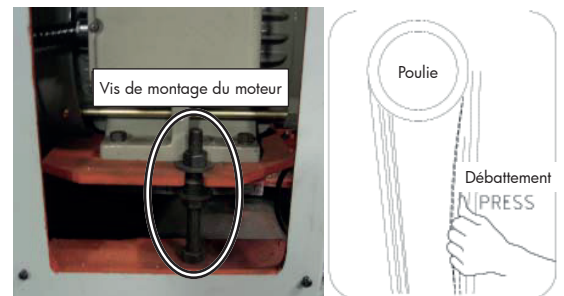

Fig. 90 Réglage des courroies trapézoïdales
3. Desserrez les écrous hexagonaux sur les vis de montage du moteur illustrées sur la figure 90 pour faire monter ou descendre la plaque de fixation du moteur et régler ainsi la tension des courroies. Lorsque les courroies sont correctement tendues, vous devez obtenir un débattement d'environ 19 mm lorsque vous les pressez fermement avec le doigt.